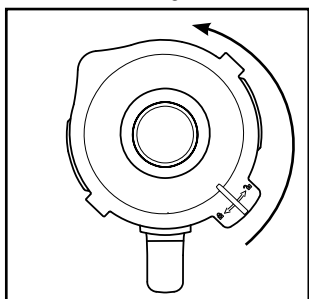

Fig. 1
- 1) Tag blenderkanden ❸ lodret op fra motorblokken ❹.
- 2) Fjern låget ❷ ved at dreje det mod uret i retning af position  (se fig. 1), indtil du kan tage det af oppefra.
- 3) Fyld blenderkanden ❸ mindst op til den nederste streg på skalaen ❹ og maksimalt til MAX-mærkingen. For at opnå optimale resultater anbefaler vi følgende maksimale påfyldningsmængder: